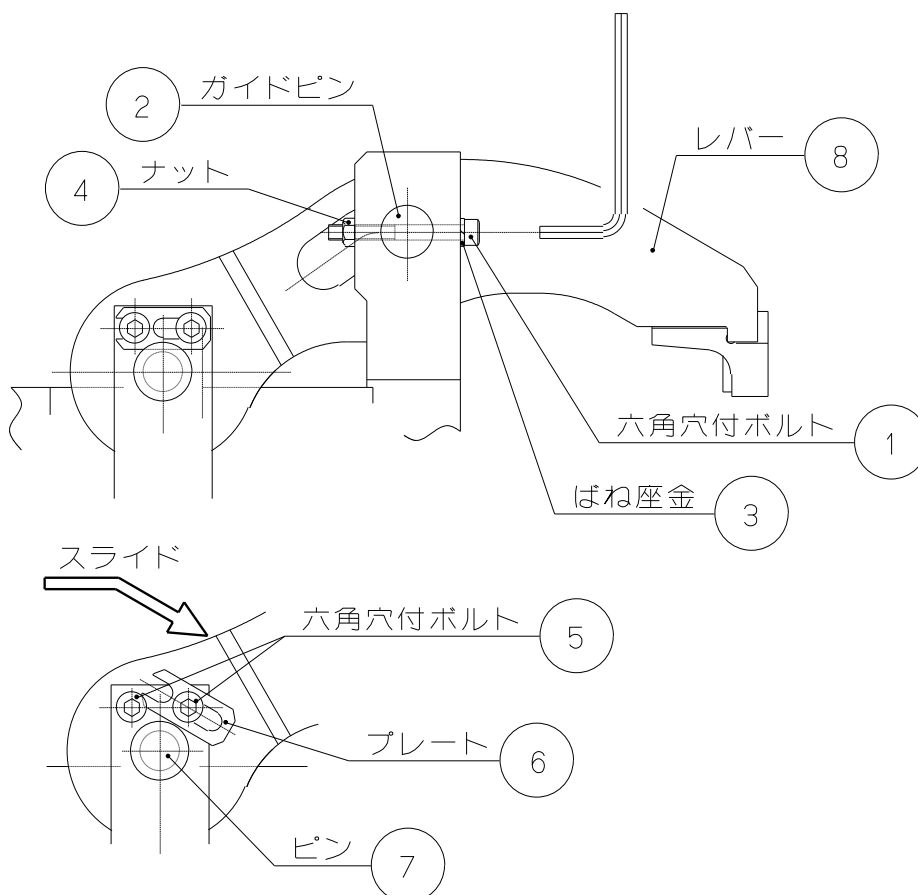

図6
- ① 【1】六角穴付ボルトを取り外します。この際、【3】ばね座金、【4】ナットを無くさないよう注意してください。
- ② 【2】ガイドピンを引き抜きます。
- ③ 【5】六角穴付ボルトを緩め、【6】プレートを図6のようにスライドさせます。
- ④ 【7】ピンを引き抜いて、【8】レバーを取り外します。